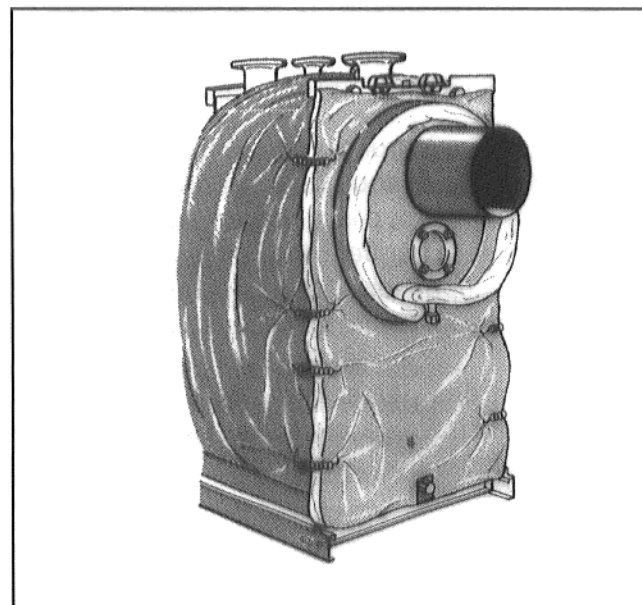

Fig. 10
- Poser le calorifugeage arrière sur la paroi arrière de la chaudière et le fixer avec le calorifugeage du pourtour à l'aide de 8 ressorts tendeurs (Fig. 10).
- Poser la bande de calorifugeage autour du collecteur de fumées, la faire chevaucher et la fixer à l'aide d'un ressort tendeur (Fig. 10).